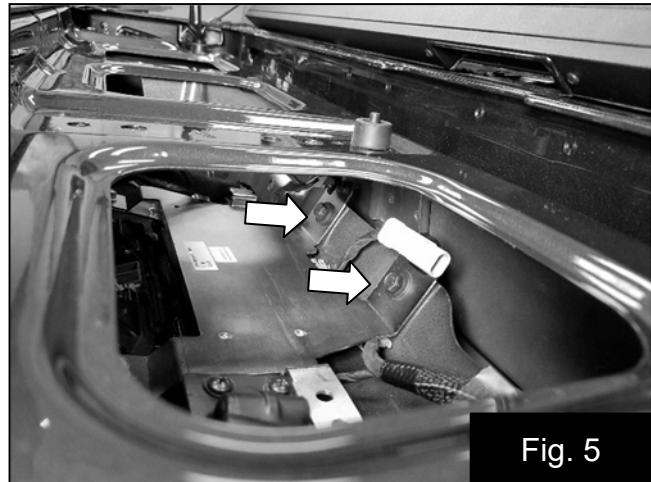

Fig. 5
7. Instale el soporte de montaje del amplificador a través del orificio central derecho y fíjelo con los pernos de la manija de la compuerta posterior y los dos pernos suministrados. Fig. 5